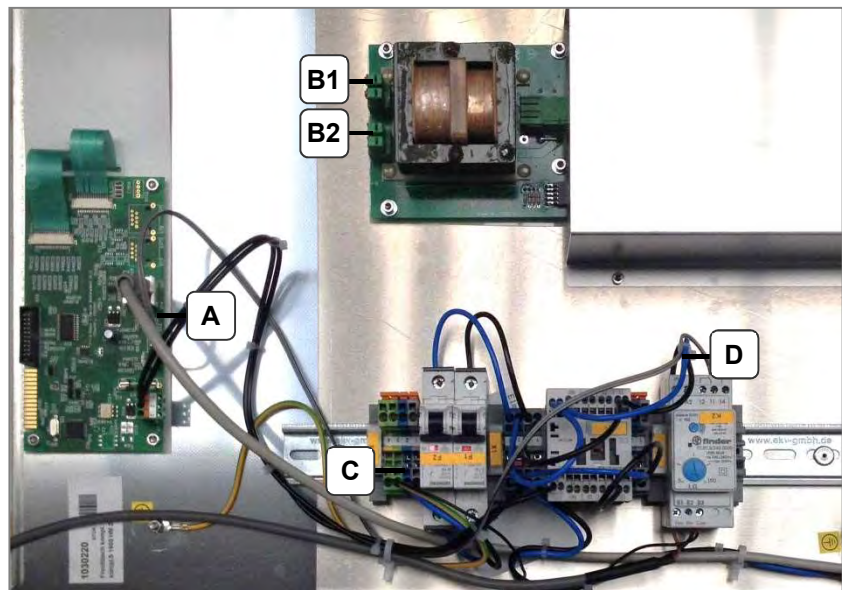

Fig. 9.5.2. Position des connexions
3. Débrancher les connecteurs électriques de l'unité électronique défectueuse (*fig. 9.5.2.*):